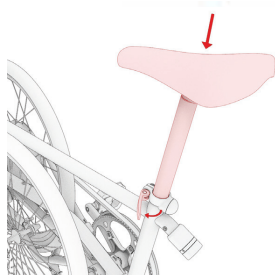

Fig. 2.7
- ⑥ Ouvrez le dispositif de déverrouillage rapide de la tige de selle, abaissez-le autant que possible, puis fermez le dispositif de déverrouillage rapide (Fig. 2.7).